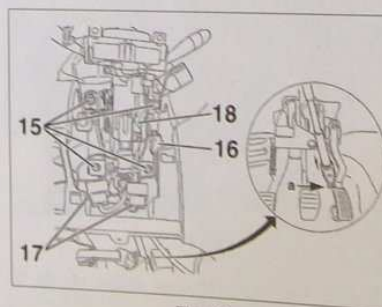

FIG. 29
- la vis de cardan de direction en "a" (Fig.29).
- les vis de fixation (15) de la colonne de direction.
- Débrancher les connecteurs (16) et (17).
- Déposer la colonne de direction (18).